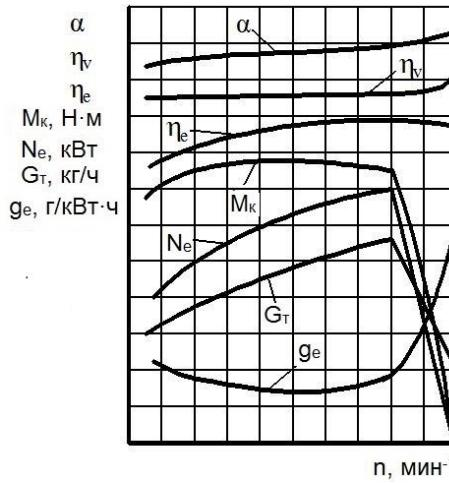

Рисунок 3 – Регуляторная характеристика дизеля
**26. Регуляторная характеристика дизеля (рис. 3) – это графическая зависимость ...**